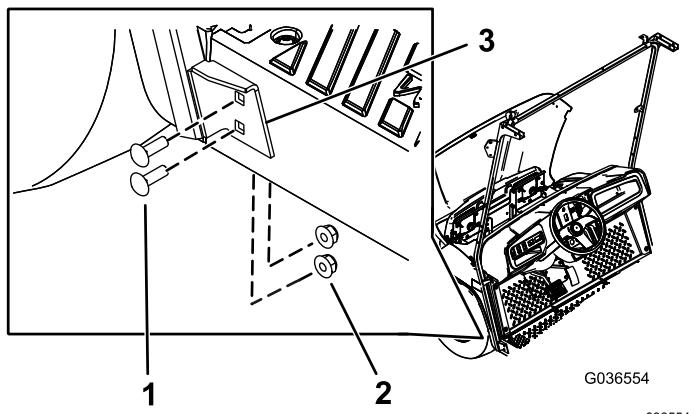

Figura 32
4. Prenda o suporte inferior dos suportes do limpador para-brisa esquerdo e direito à máquina utilizando 4 parafusos de carroçaria (5/16 x 1 pol.) e 4 porcas flangeadas (5/16 pol.) nos furos que realizou no passo 1 (Figura 32).